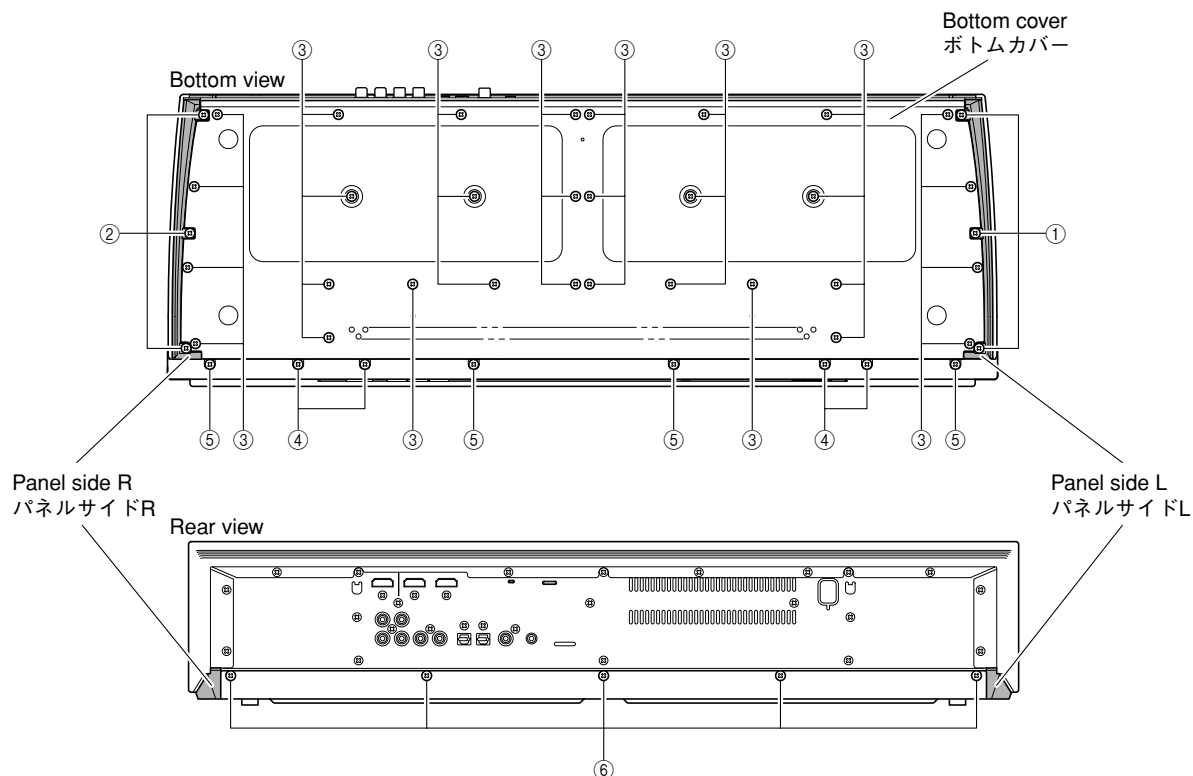

Fig. 1
- Remove 3 screws (①) and then remove the side panel L. (Fig. 1)
- Remove 3 screws (②) and then remove the side panel R. (Fig. 1)
- Remove 30 screws (③), 4 screws (④), 4 screws (⑤) and 5 screws (⑥). (Fig. 1)
- ①のネジ3本を外し、パネルサイドLを取り外します。(Fig. 1)
- ②のネジ3本を外し、パネルサイドRを取り外します。(Fig. 1)
- ③のネジ30本、④のネジ4本、⑤のネジ4本、⑥のネジ5本を外します。(Fig. 1)